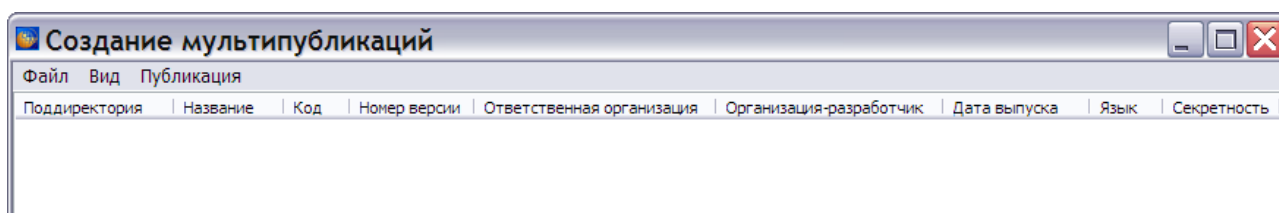

Рис. 238
3. Запустите файл утилиты *TGMultipubCreator.exe*. После этого откроется окно **Создание мультипубликаций** (Рис. 238).